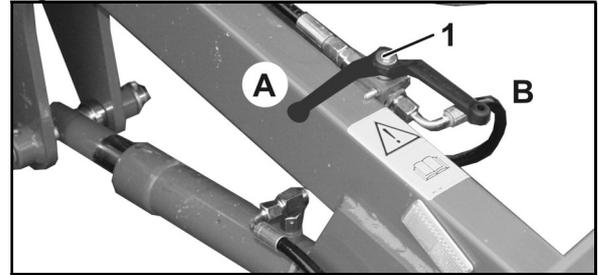

Fig. 90
2. Abrir el grifo de cierre de altura de rastra (Fig. 90/1) (B).